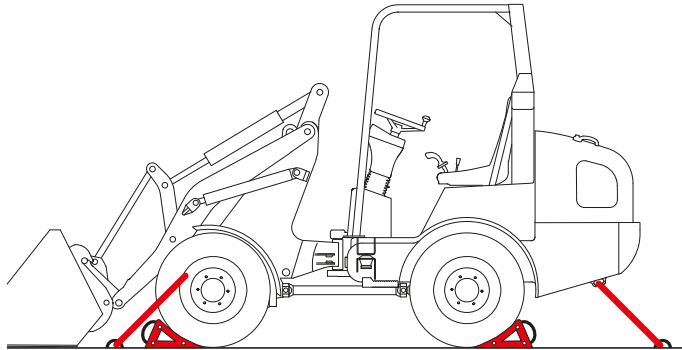

Fig. 162
4. Amarrar o veículo como representado *Fig. 162*.